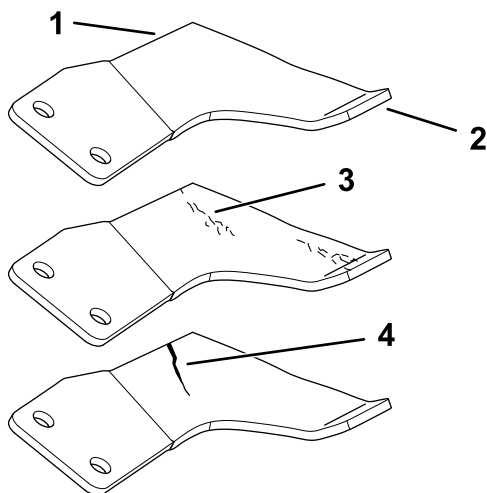

Figura 103
1. Inspeccione as extremidades de corte (Figura 103).
4. Se verificar quaisquer fissuras, desgaste, ou a formação de ranhuras nesta área instale imediatamente uma lâmina nova (Figura 103).